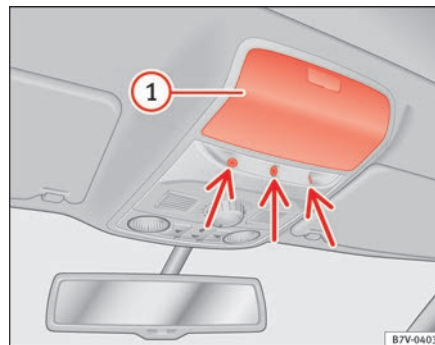

Fig. 49 Na consola do tecto: sensores de vigilância do habitáculo.
Feche o compartimento porta-objectos ⇒ Fig. 49 ① da consola do tecto, caso contrário, não se garante a função de vigilância do habitáculo (seta) sem restrições.